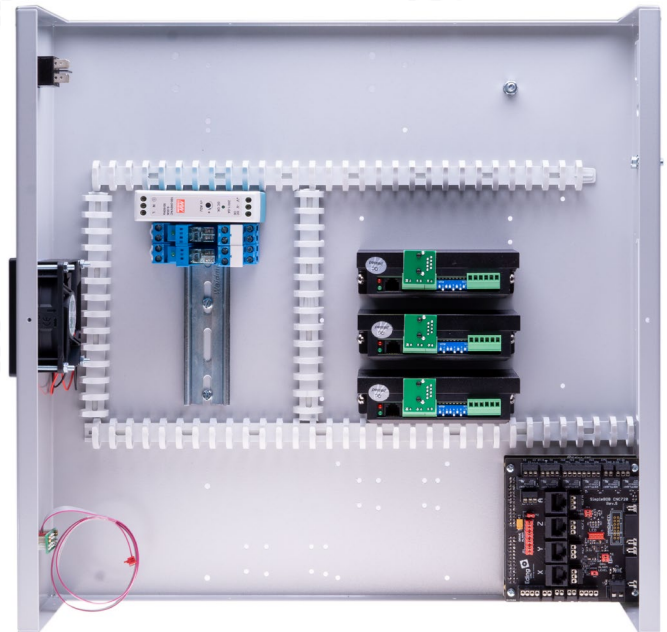

Bild 13: Gehäuse mit Einbauten vor Beginn der Verkabelung
Am Boden des Gehäuses und an der Rückwand liegen die Bohrungen für die Erdungspunkte (siehe auch Bild 13). Die hier montierten Schrauben müssen gut leitenden Kontakt zum Gehäuseblech haben.
- Setzen Sie das 24 V-Netzteil **9** auf die Tragschiene, wie in Bild 13 gezeigt.
- Montieren Sie die drei Endstufen mit Schrauben **F2** wie in Bild 13 gezeigt.
- Setzen Sie die Koppelrelais auf die Tragschiene, wie in Bild 13 gezeigt.